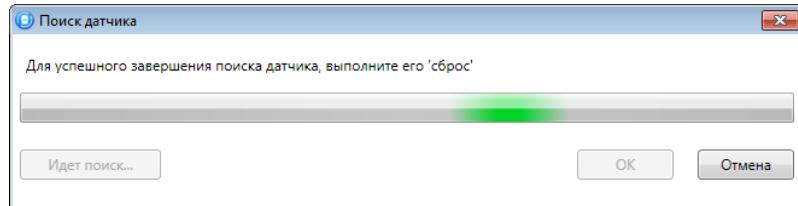

Рисунок 4.38 — Поиск радиоустройства
- После нажатия кнопки *OK* начнется поиск радиоустройства контроллером (см. рисунок 4.38). Для того чтобы устройство было найдено контроллером, его следует перевести в режим связывания (выполнить «сброс»).